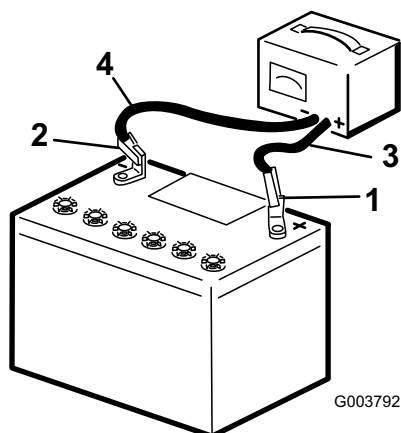

Figure 4
4. Quand la batterie est chargée au maximum, débranchez le chargeur de la prise, puis débranchez les fils du chargeur des bornes de la batterie (Figure 4).
3. Connectez un chargeur à la batterie (Figure 4) et chargez la batterie au régime de 6 à 10 ampères pendant une heure au minimum. Ne chargez pas la batterie excessivement.